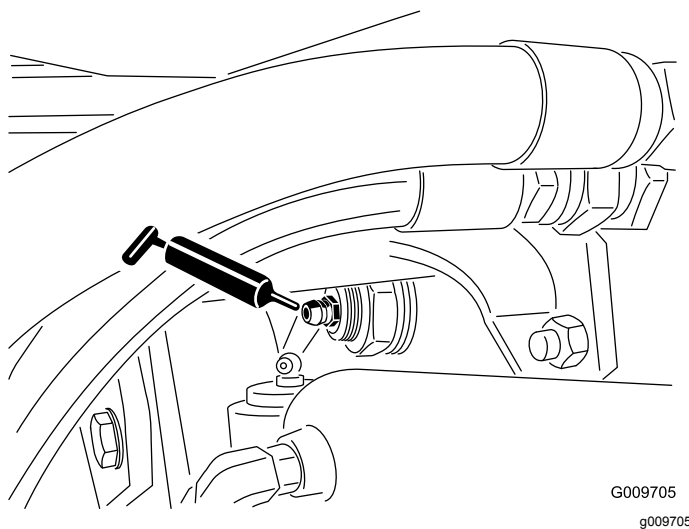

Figura 47
- Casquillos del pivote del eje trasero (2) (Figura 47)